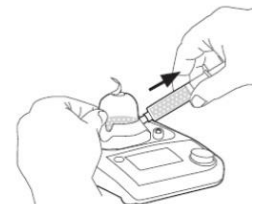

図 6
8. スターラーに装着したカプセルの低速攪拌を継続したまま、フォームの吸引を行う(図 6)。1 ml/秒を超えない速度で希望する量のフォームを吸引する。